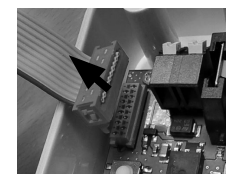

Fig. 8 : Retirer la fiche de câble
- Retirez avec précaution le connecteur du câble de la platine (Fig. 8 et 9).